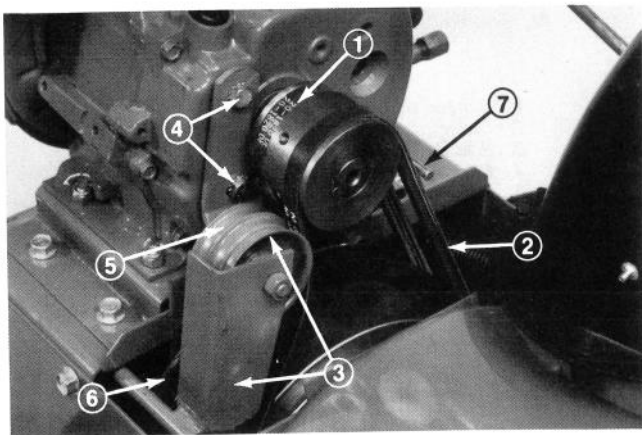

Figure 32
Quand la courroie de commande de traction (Fig. 32) est usée, étirée, saturée d'huile ou défectueuse de quelque manière, il faut la remplacer.
1. Débranchez le câble à haute tension (Fig. 32) de la bougie et assurez-vous qu'il ne puisse accidentellement toucher la bougie.
3. Mettez la commande de tarière en position DÉBRAYÉE (Disengage) et la commande des roues au POINT MORT (N). Enlevez ensuite la courroie de commande de tarière de la poulie du moteur et de la grande poulie de la tarière et du ventilateur (Fig. 32).
4. Desserrez les deux vis à tête (Fig. 32) fixant le bras de renvoi de traction à l'avant du moteur. Enlevez ensuite la courroie de commande de traction de la poulie du moteur et de la grande poulie de traction (Fig. 32).
5. Passez la courroie neuve sur la grande poulie de traction (Fig. 32). Passez ensuite la courroie sur la poulie du moteur en vous assurant que la courroie soit à l'intérieur de la poulie de renvoi et du guide de courroie en fil métallique (Fig. 32).
6. Passez la courroie neuve autour de la grande poulie de commande de tarière et de ventilateur (Fig. 32). Passez ensuite la courroie sur la poulie du moteur en vous assurant que la courroie soit à l'intérieur de la poulie de renvoi de tarière et de ventilateur et du dispositif de retenue de courroie en fil métallique (Fig. 32). Glissez l'ensemble de bras et poulie de renvoi contre la courroie pour éliminer le jeu de la courroie et serrez les vis à tête.
Quand la courroie de commande de tarière et de ventilateur (Fig. 32) est usée, étirée, saturée, d'huile ou défectueuse de quelque manière, il faut la remplacer.
3. Mettez la commande de tarière en position DÉBRAYÉE (Disengagement) et la commande des roues au POINT MORT (N). Enlevez ensuite la courroie de commande de tarière de la poulie du moteur et de la grande poulie de la tarière et du ventilateur (Fig. 32).
(Fig. 32). Passez ensuite la courroie sur la poulie du moteur en vous assurant qu'elle soit à l'intérieur de la poulie de renvoi de tarière et de ventilateur et du dispositif de retenue de courroie en fil métallique (Fig. 32).